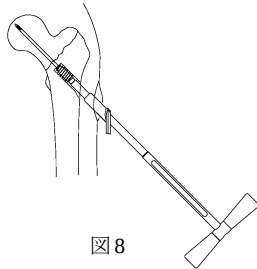

図 8
- ① キーレス・ラグスクリューを使用する場合、ラグスクリューT レンチを用いて、ラグスクリューを挿入します。(図 8)